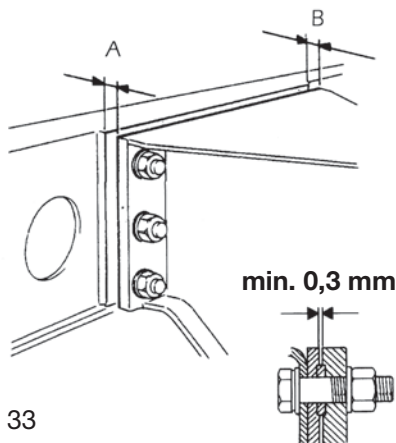

Abb. 33
- Stellen Sie sicher, dass nach dem Anziehen der Schrauben ein Spalt (min. 2,5-3 mm) zwischen der Kopfträgerplatte und der Brückenbalken-Verbindungsplatte vorhanden ist (Abbildung 33).
Die Abmessungen A und B (in Abbildung 33 dargestellt) können sich voneinander unterscheiden. Dieser Unterschied beeinflusst nicht den Ausrichtungsprozess zwischen den Achsen der Räder der Kopfträger und die Orthogonalität zwischen den Kopfträgern selbst und den Trägern, die durch die Bearbeitung der Sitze der Ausrichtungsbuchsen bestimmt wird.